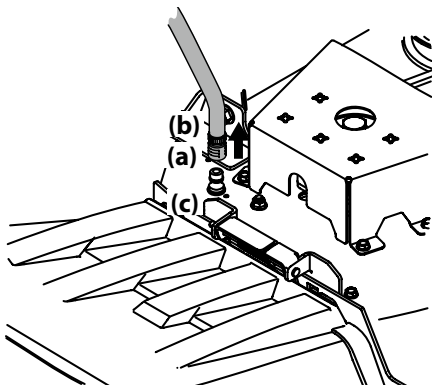

Figura 4-4
3. Tire hacia atrás el collarín de ajuste (a) del adaptador del pico (b) y empuje el adaptador del pico (b) hacia uno de los picos de lavado de la plataforma (c) de cualquiera de los dos extremos de la plataforma de corte. Suelte el collarín de ajuste (a) para trabar el adaptador en el pico (b) en el pico de lavado de la plataforma (c). Vea la Figura 4-4.